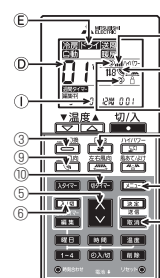

図3
1) 【運転モード】機能設定 (図3) (工場出荷時は【設定番号011】)
- ボタン③を押す。
- 運転モード④が点滅します。
- ボタン⑤を押して、設定番号⑥を設定してください。
2) 【風速】機能設定 (図3) (工場出荷時は【設定番号011】)
- 風速④が点滅します。